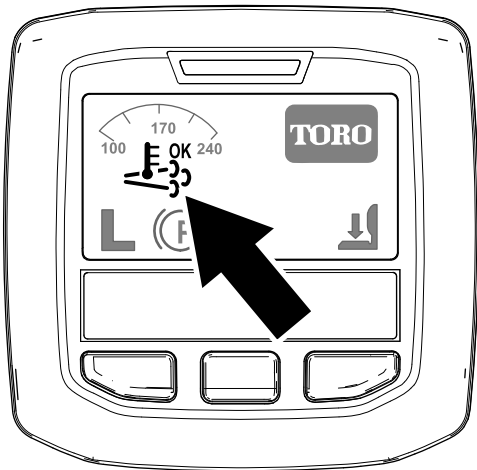

Figura 39
- Nell'InfoCenter viene visualizzata l'icona di rigenerazione assistita/ripristino (Figura 39).